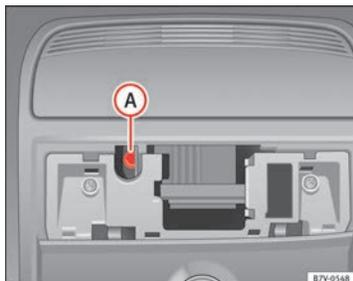

Fig. 196 Vis Allen pour verrouiller le toit coulissant panoramique.
- Introduisez une nouvelle clé Allen courante¹⁾ de 4 mm dans la vis Allen ⇒ fig. 196 (A).